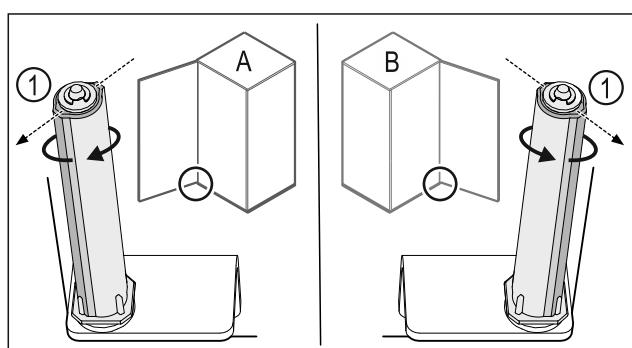

Fig. 55 Розкриття ліворуч (A) / Розкриття праворуч (B)
- ▶ Систему закриття повернати проти опору доки перемичка системи закриття Fig. 55 (1) не показуватиме назовні.